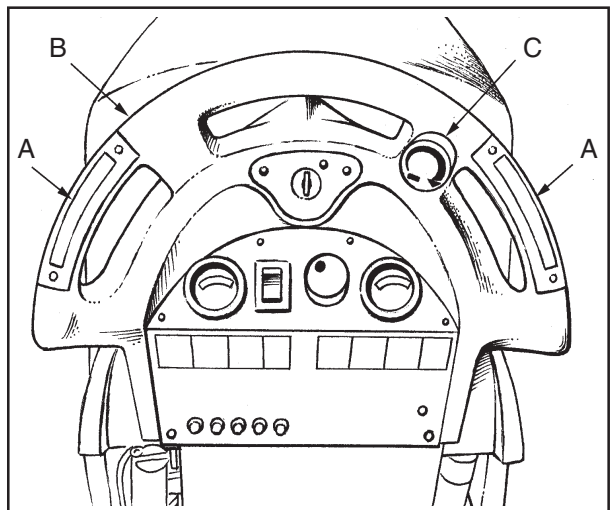

Figura 21
8. Para retroceder, pulse el botón blanco (figura 21, B) mientras pulsa uno de los botones "A" (Figura 21, A).